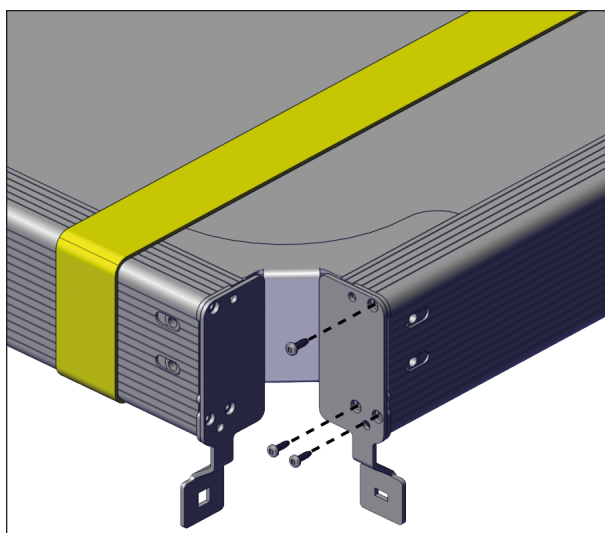

FIGURE 31: ATTACHER LES COINS SUR LE PROFILÉ EN C
12. Sur les deux coins de l'assemblage, installer les vis à métaux à tête carrée n° 8 x 3/4 po dans les trous intérieurs du profilé en C, voir Figure 31.